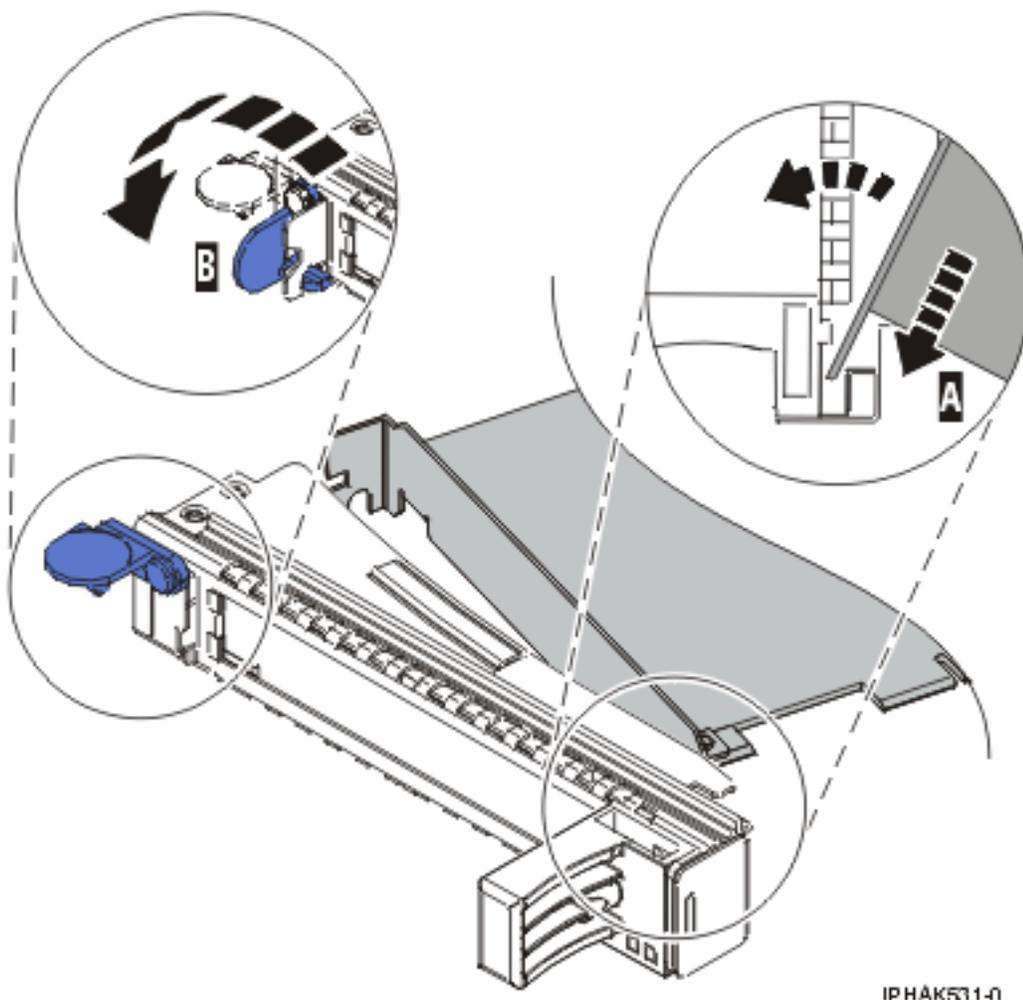

Figure 63. Retrait de la carte de la cassette de cartes PCI simple largeur
- a. Placez le levier de blocage de contre-poupée en position ouverte, insérez fermement la carte dans le bloc de retenue **(A)**. Pour plus d'informations, voir figure 63, à la page 126.
- c. Fermez le levier de blocage de contre-poupée **(B)**. Pour plus d'informations, voir figure 63, à la page 126.